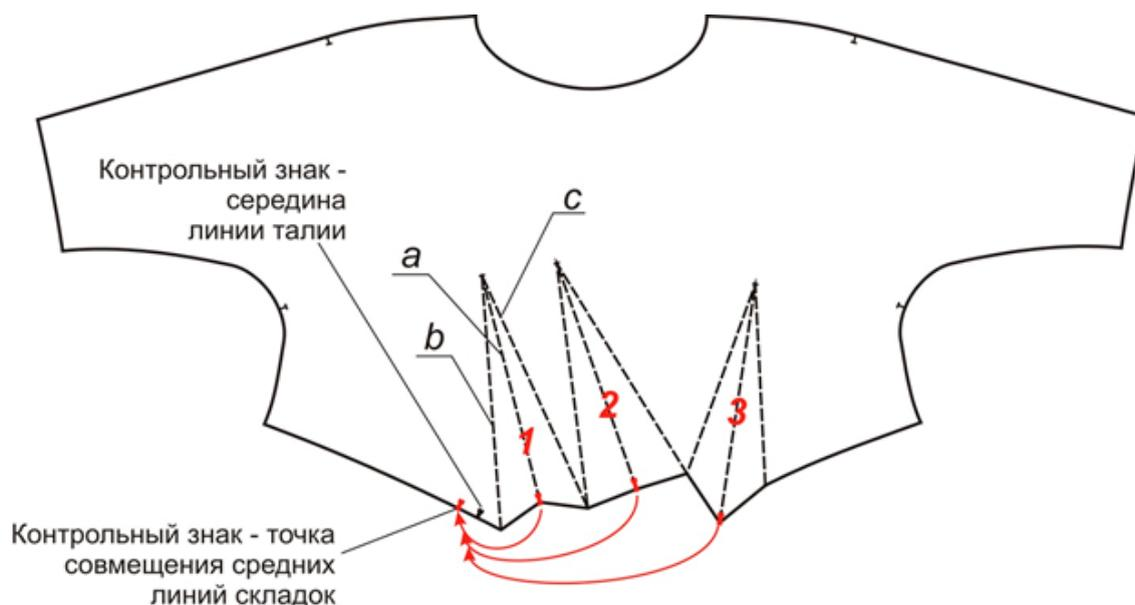

Рисунок 1. Схема совмещения складок лифа
3. На детали лифа заложить и застрочить по линии талии три складки, начиная от складки, ближайшей к середине полочки (рис.1, складка 1), и заканчивая складкой, расположенной ближе к боковому срезу (рис.1, складка 3). Приутюжить.
- средняя линия складки (рис.1, линия a) – это линия, вдоль которой ткань складывается от себя изнаночной стороной,
- линия слева от средней линии складки (рис.1, линия b) – это линия, по которой ткань складывается к себе лицевой стороной, и линия справа;
- линия справа от средней линии складки (рис.1, линия c) – это линия совмещения, которая при закладывании складки совпадет с линией, намеченной слева от средней линии.
После закладывания всех трех складок их средние линии должны встретиться у контрольного знака, намеченного слева от первой складки на линии талии. В зависимости от размера, красный и черный контрольные знаки, показанные на рис. 1 могут поменяться места